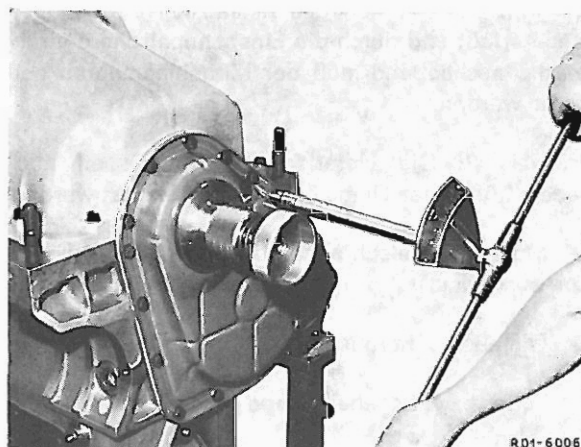

Bild 01—5/1
- 5 Die in die Ölwanne fassenden Schrauben des Steuergehäusedeckels mit Hylomar-SQ 32/M bestreichen, die in das Kurbelgehäuse greifenden trocken einsetzen und alle Befestigungsschrauben über Kreuz mit Swkzg. 000 589 64 21 00 und Einsatz aus Swkzg. 000 589 62 09 00 anziehen. (Siehe Bild 01—5/1) Anziehdrehmoment siehe Tabelle 00—0.